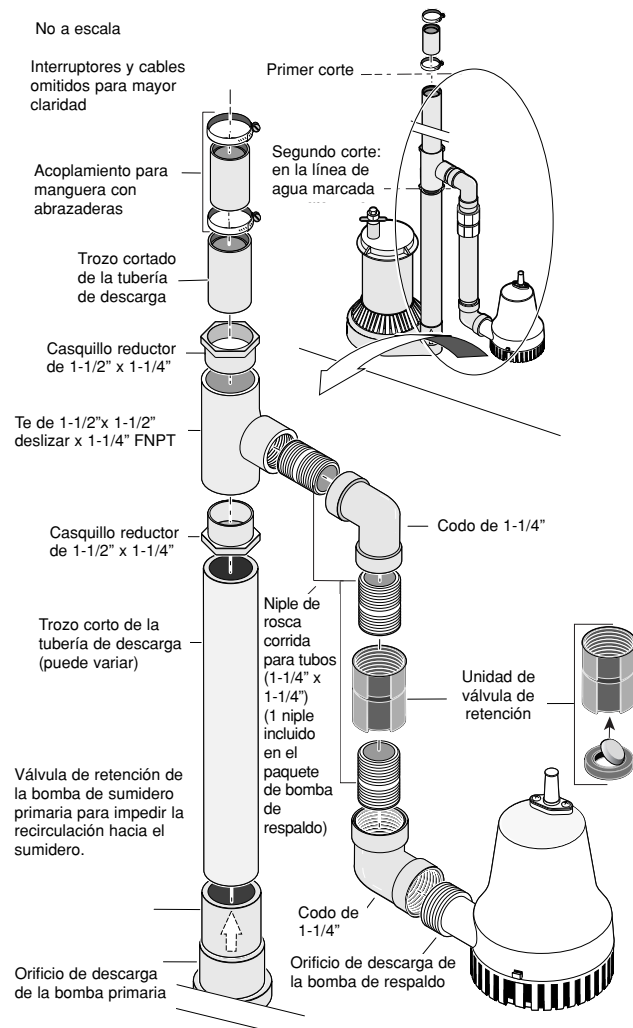

Figura 4 – Diagrama de instalación del Método A
El Método A sugiere una instalación de ambas bombas en el piso del foso del sumidero. Consulte la Figura 4. El diámetro mínimo requerido para el depósito de recogida, en el fondo del foso, y la profundidad recomendada del depósito de recogida es 18". También necesitará ciertos materiales adicionales como 2 codos de 1-1/4" y 90° y 2 niples de rosca corrida para tubos de 1-1/4".
- Haga el segundo corte en la tubería de descarga en donde se encuentra la marca de lápiz, según se ilustra en la Figura 1, en la página 26 y en la Figura 4, en la página 27. Limpie los extremos del tubo con una toalla de paño y ponga a un lado el trozo cortado de tubería de descarga.